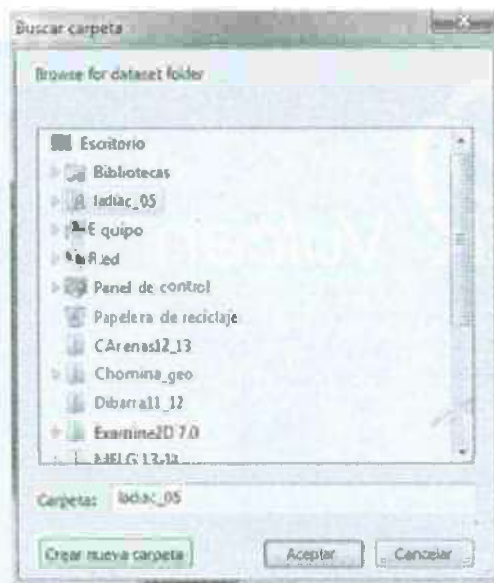

Imagen 2.5
2. Aparecerá el siguiente buscador (imagen 2.5), con el cual buscaremos nuestra carpeta de proyecto, la seleccionaremos y daremos clic en aceptar.